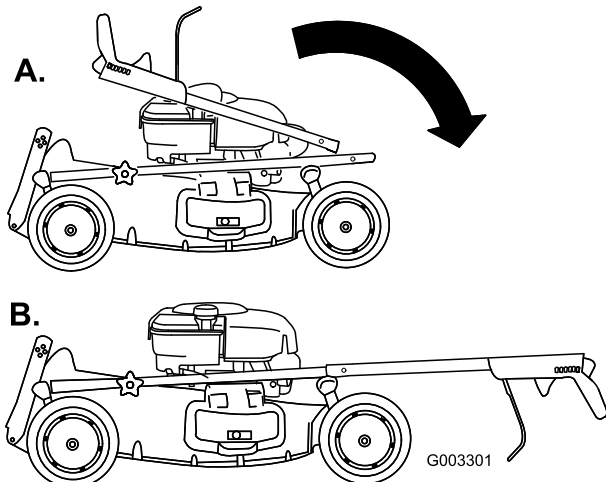

Figura 3
2. Mueva con cuidado el manillar superior hacia adelante y coloque los extremos sobre el manillar inferior de manera que queden alineados y encajados; (Figura 3).